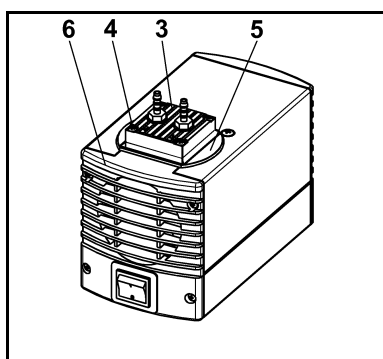
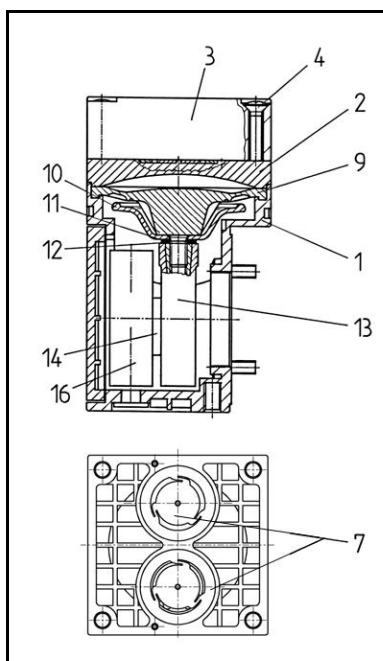

Fig. 5 : Démontage la tête de pompe
Fig. 6 : Tête de pompe
1. Repérer le couvercle de tête (fig. 5/3), la plaque de protection (5) et le couvercle de corps (6) d'un trait continu au crayon. Cela permettra d'éviter un mauvais positionnement des pièces lors du remontage de la pompe.
2. Dévisser les quatre vis du couvercle de tête (4) et démonter le couvercle de tête (3) en même temps que la plaque de protection (5) hors du corps de pompe.
3. Repérer la culasse (fig. 6/2) et le corps (1) d'un trait continu au crayon.
4. Retirer la culasse (2) du corps (1).
1. Retirer de la culasse (fig. 6/2) les plaques soupapes/joints (7).
2. Vérifier l'état de propreté des logements, de la culasse (2) et du couvercle de tête (3) et remplacer ces pièces en cas d'inégalités et de rayures.
3. Positionner les nouvelles plaques soupapes/joints (7) dans les logements au niveau de la culasse (2) ; les plaques soupapes/joints du côté de l'aspiration et du refoulement sont identiques et il en va de même pour le côté supérieur et le côté inférieur des plaques soupapes/joints.
4. Vérifier que le montage des plaques soupapes/joints (7) est libre de toute contrainte en leur appliquant un léger mouvement horizontal.